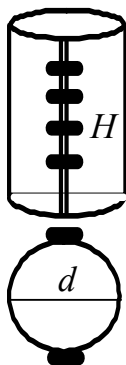

Рисунок 2.18
2.27. Цилиндрический резервуар диаметра  $d = 1$  м и высотой  $H = 2$  м состоит из двух полуцилиндрических частей, скрепленный между собой болтами (рисунок 2.18). Резервуар полностью заполнен водой. Определить силу давления, действующую на дно резервуара и силу, разрывающую болты, скрепляющие полуцилиндры.